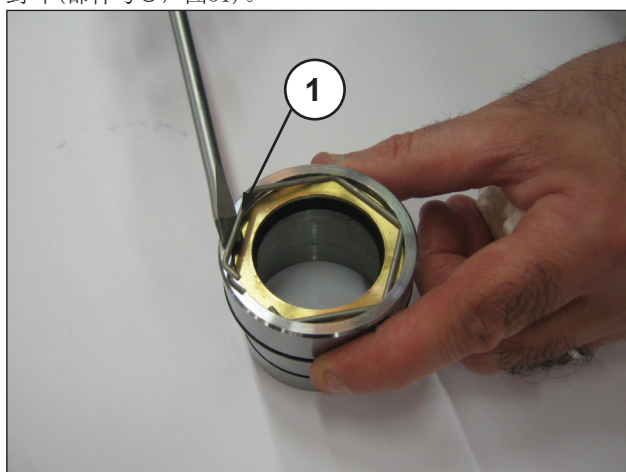
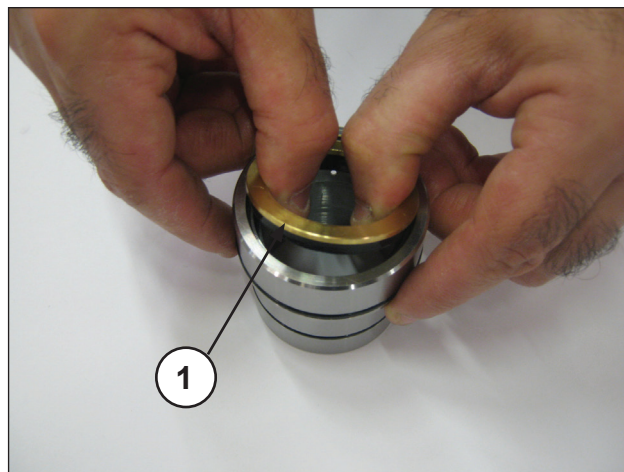

图50
图51
要拆卸低压密封件，必须取出止动环（部件号①，图50）和密封环（部件号①，图51）。